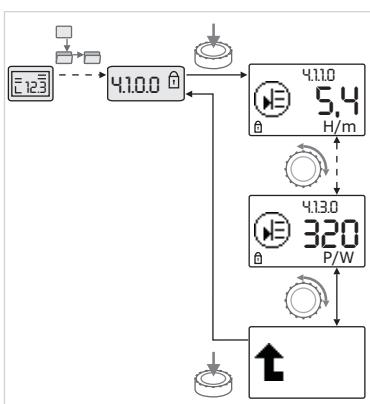

Fig. 42 : Appeler des informations
- Une rotation du bouton de commande permet de faire défiler les éléments de menu de type « Information » du sous-menu actuel (voir fig. 42). Pour des explications sur les réglages représentés par des symboles, voir le tableau au chapitre 8.7 « Référence des éléments de menu » à la page 162.